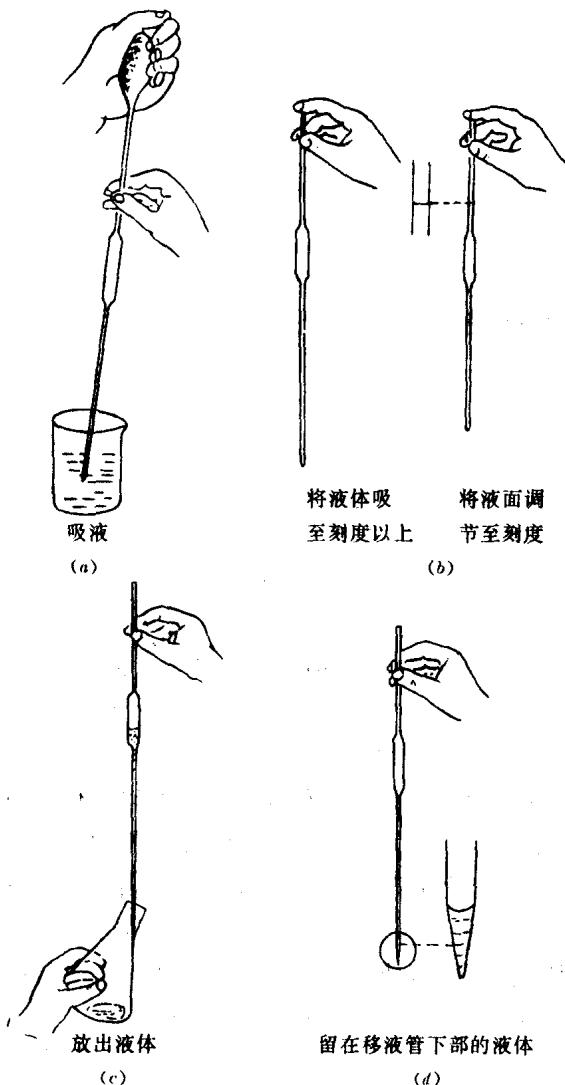

图 2 移液管的使用方法
使用移液管的方法可见图 2。
(2)用右手的姆指及中指拿住移液管标线以上位置,把移液管的尖端伸入液面以下,如图 2-(a)所示。左手握捏瘪的洗耳球,并将其尖端嵌入移液管上端管口,缓缓抬起手指将液体吸至移液管标线以上约 2~3cm 处,迅速移去洗耳球,同时用右手食指按住管口,然后稍微放松食指,使液面缓慢、平稳地下降,至与标线相切时,按紧食指,使液体不再流出,如图 2-(b)所示。
(3)按图 2-(c)的样式,让液体自由流出,待移液管内的液体流完后,再稍等片刻,流出液体的体积就是移液管上标明的体积。请
注意，不得将残留在移液管下端的液体吹入容器，因为标定移液管的容积时，并未包括这部分液体，如图 2-(d)所示。如果移液管上有分刻度，则应将残留在移液管下端的液体吹入容器中。